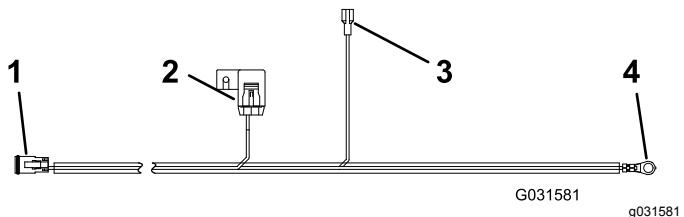

Figura 10
1. Para alimentar o kit a partir do bloco de fusíveis do trator, utilize a cablagem do bloco de fusíveis Figura 10. Ligue o conector do bloco de fusíveis ao bloco de fusíveis do trator e insira um fusível de 15 amperes.